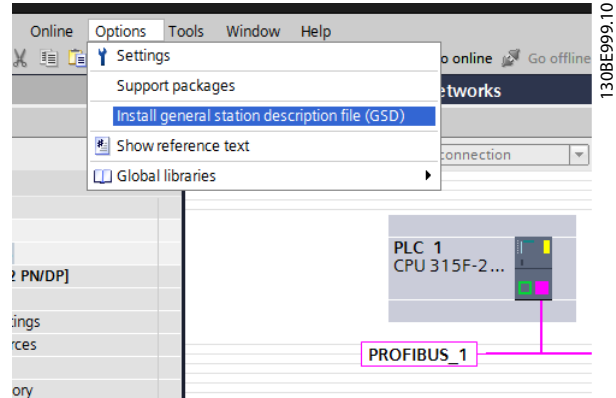

Рисунок 3.2 Установка GSD-файла
2. Импортируйте GSD-файл в программное средство Simatic Manager. Импортируйте GSD-файл один раз, а затем следуйте процедуре начальной установки программного средства. См. *Рисунок 3.2*.